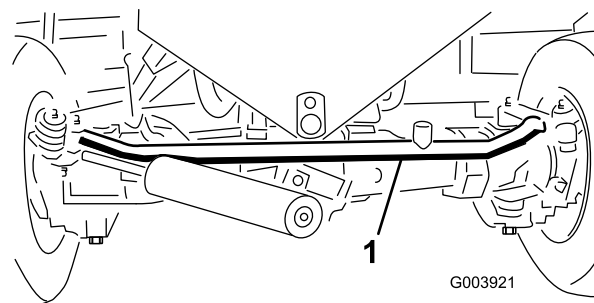

Figura 66
3. Afloje las abrazaderas en ambos extremos de la biela (Figura 66).